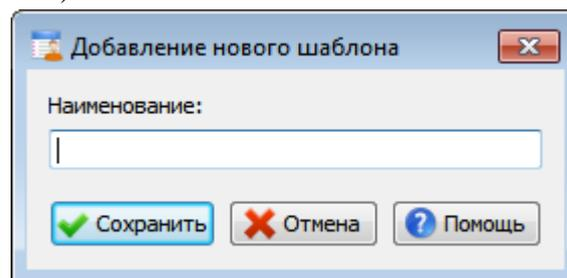

Рис. 81
- В верхней части страницы нажмите кнопку  для вызова окна «Добавление нового шаблона» (Рис. 81).